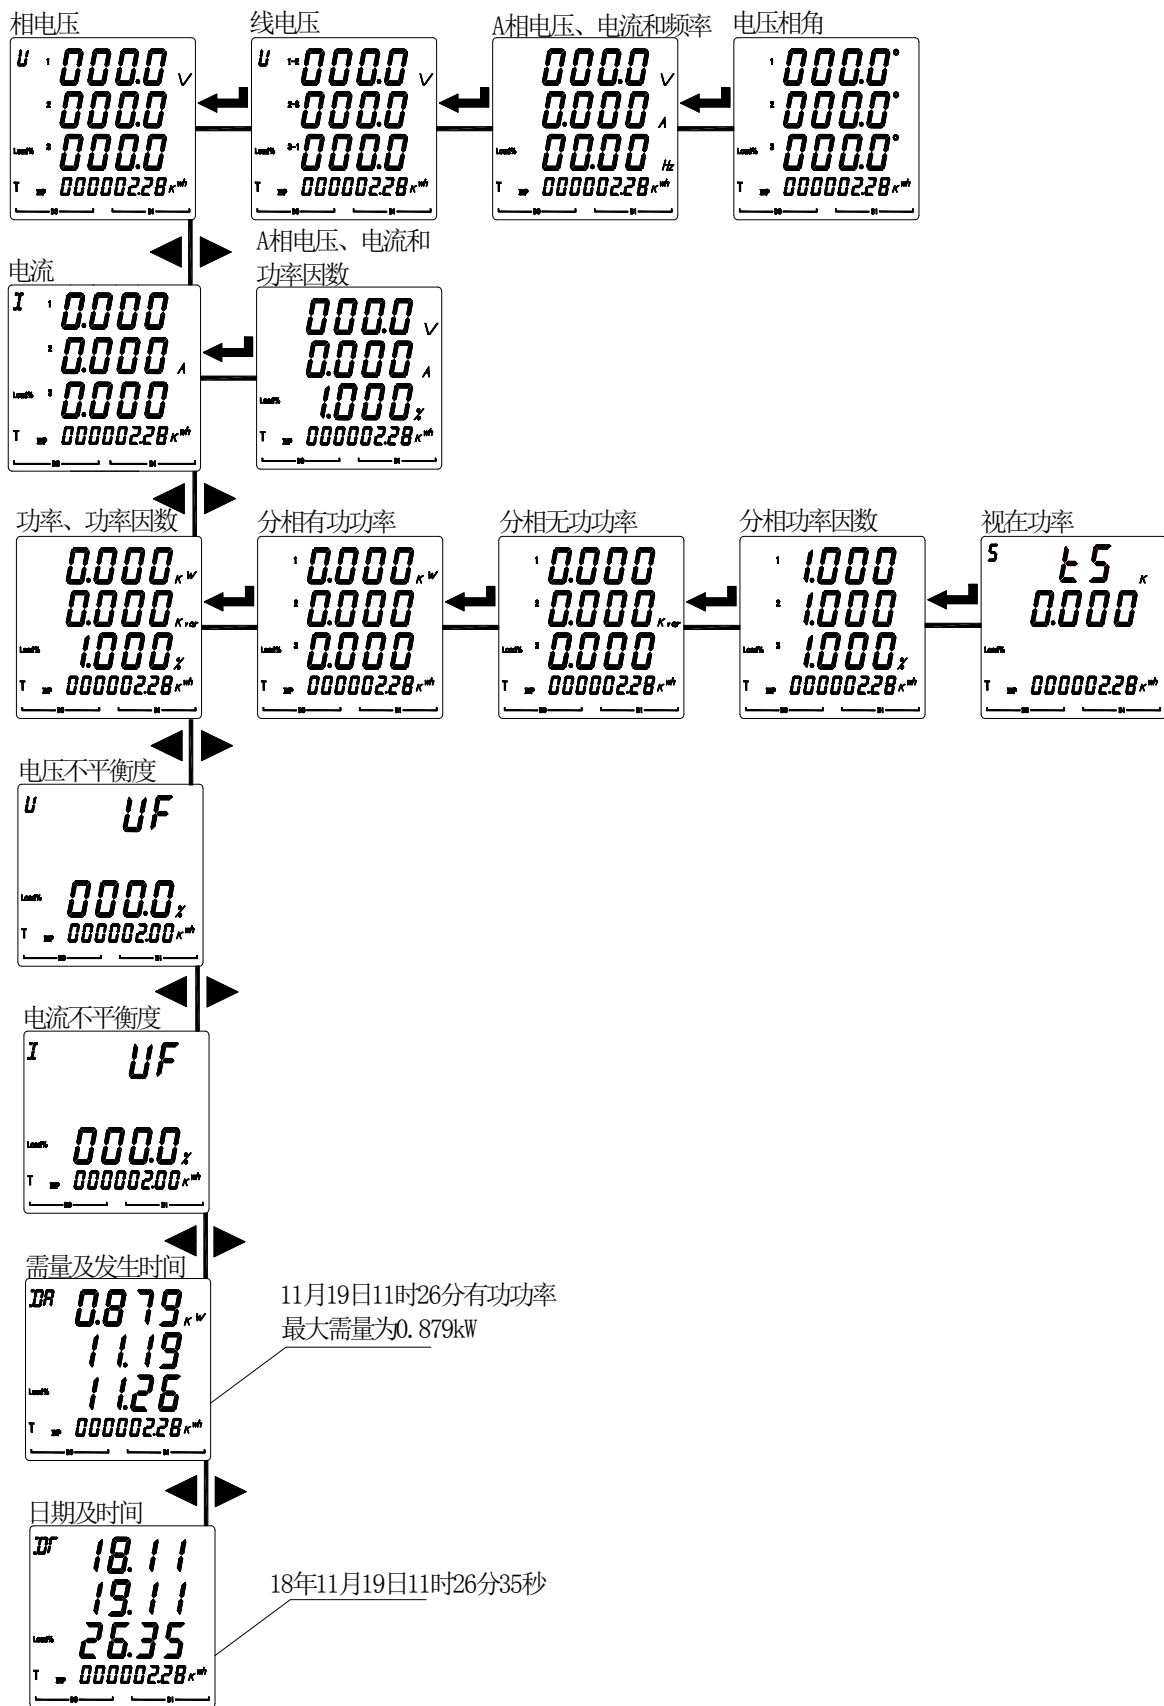

图 18
5.2.4 查看 AMC72L/96L 的电力参数步骤如图 18、19 所示